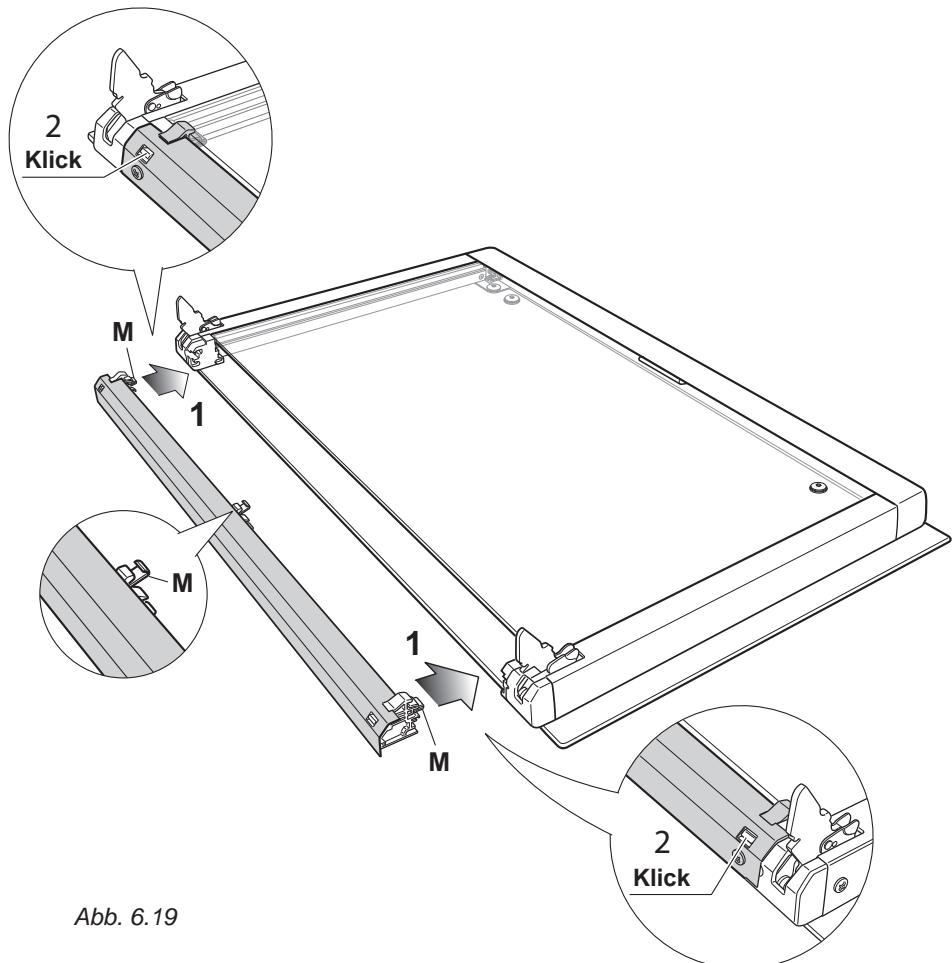

Abb. 6.19
1. Bringen Sie die Glashalterung an, wie Abb. 6.19 zeigt. Sie muss sich auf der Unterkante der äußeren Glasscheibe befinden. Prüfen Sie, ob die Klemmen "M" nicht verformt oder beschädigt sind.